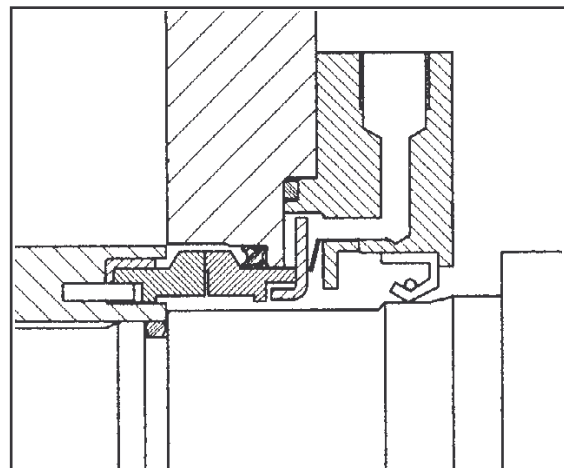

Figure 4a Garniture mécanique simple rincée
- Le système doit être installé comme indiqué sur la figure 4a mais doit être capable de résister à la pression totale dans le système de pompage du fluide.